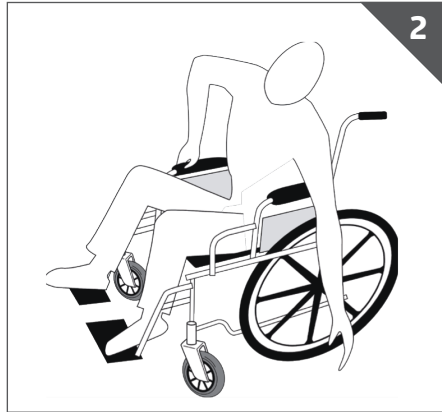

Fig. 2
- Al alcanzar hacia los lados, coloque las ruedecillas en la posición que proporcione la mayor estabilidad lateral (Fig. 2).